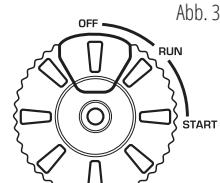

Abb. 3
5.2 Drücken Sie beim Elektroanlass die rote Taste am Multifunktions-Motorschalter (Abb. 3)
6. Drehen Sie nach dem Motoranlassen den Multifunktions-Drehknopf in die Position „RUN“ (Abb. 3).
8. Ziehen Sie beim Handanlass am Startergriff, bis ein leichter Widerstand spürbar ist. Dann ziehen Sie durch eine schnelle Bewegung den Starter auf die ganze Schnurlänge heraus. Lassen Sie den Handanlass langsam zurück. Drücken Sie beim Elektroanlass die rote Taste am Multifunktions-Motorschalter (Abb. 3).
9. Drehen Sie nach dem Motoranlassen den Multifunktions-Drehknopf in die Position „RUN“ (Abb. 3).